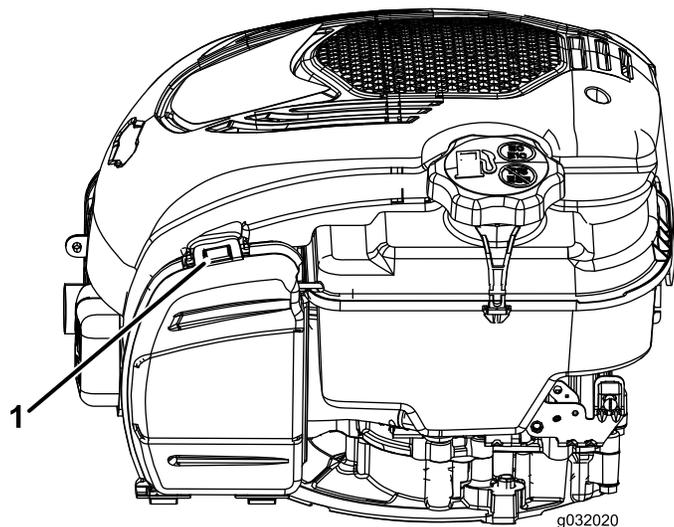

Figura 25
1. Tirate la linguetta per aprire il coperchio del filtro dell'aria (Figura 25).